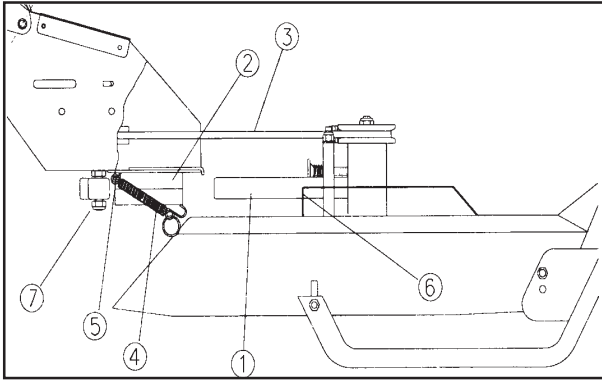
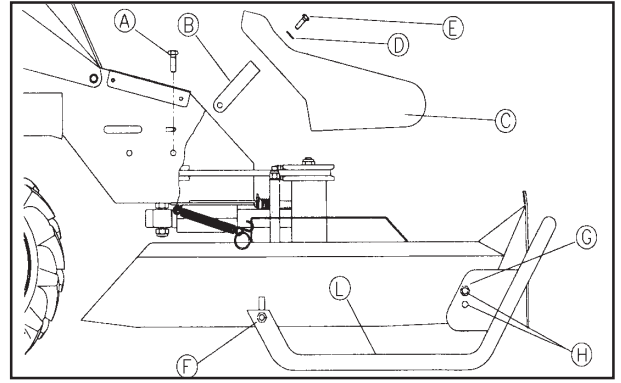

Fig. 1
Fig. 2
MONTAGGIO DEL FALCIATUTTO: FIG. 1 - A motore fermo e con la macchina in posizione orizzontale, inserire per metà il perno del tosaerba (1) nella sede dell'attacco rapido (2). Montare la cinghia (3) e portare a fine corsa il perno; inserire le molle (4) nei rispettivi ganci (5) e successivamente nei fori (6). FIG. 2 - Utilizzare le viti (A) della macchina per fissare il supporto (B); quindi tramite la vite (E), munita di rondella (D), fissare il coperchio (C) al supporto.
ANBAU DES SICHELMÄHWERKS (MULCHGERÄT): BILD 1 - Die Maschine mit stillstehendem Motor in waagrechte Position bringen. Den Tragzapfen des Sichelmähers (1) zur Hälfte in das Tragrohr (2) der Maschine einschieben. Danach den Antriebskeilriemen (3) auf die Keilriemenscheibe der Maschine aufziehen. Dabei wird der Tragzapfen in die richtige Position bis zum Anschlag der Maschine gebracht. Die Rückholfeder (4) in die Fanghaken (5) der Maschine bringen. Danach die Rückholfeder spannen und die enden (Haken) in Bohrung (6) einhaken !
BILD 2 - Um der Halter (B) zu befestigen, sind die Schrauben (A) der Maschine zu benutzen; dann die Haube (C) an den Halter durch die Schraube (E) und die Beilagsscheibe (D) fixieren.
ASSEMBLING OF THE GRASSLAND MOWER: FIG. 1 - At engine off and with the machine in horizontal position, connect half-pivot of the grassland mower (1) in the couple of the quick connection (2). Assemble the belt (3) and connect the whole pivot; connect the springs (4) in the respective hooks (5) and then in the holes (6). FIG. 2 - Use the screws (A) of the machine to fix the support (B), so by the screw (E) with the washer (D), fix the cover in polypropylene (C) to the support.
MONTAGE DE LA DEBROUSSAILLEUSE: FIG. 1 - Le moteur étant arrêté et la machine en position horizontale, introduire jusqu'à moitié l'axe (1) de la débroussailleuse dans l'emplacement de l'attelage rapide (2). Monter la courroie (3) en portant l'axe de guidage en fin de course; fixer les ressorts (4) dans les crochets respectifs (5) puis dans les trous (6). FIG. 2 - Utiliser les vis (A) de la machine pour fixer le support (B); puis fixer le couvercle (C) au support par la vis (E) et la rondelle (D).